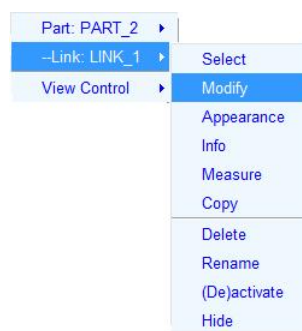

图 2-15 修改构件特性
(1) 鼠标右击需要修改特性的构件, 单击弹出菜单中的 Modify, 如图 2-15 所示, 出现构件特性修改对话框。